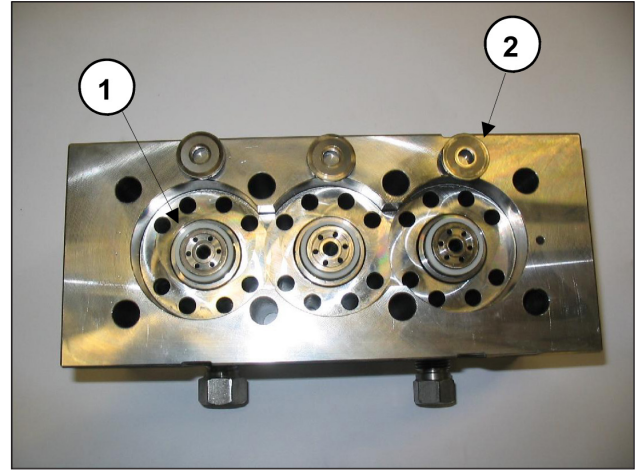

Fig. 41
Durant le démontage des chemises, faire attention à ne pas perdre les sièges de soupape ① et les soupapes plates ② comme le montre la Fig. 41 car elles pourraient tomber du fait qu'elles sont simplement posées sur le fond.